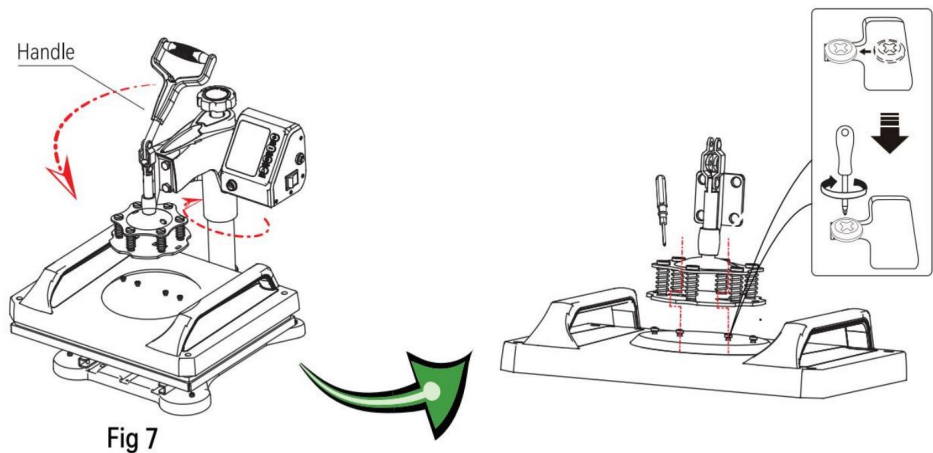

Fig 7
7. Vrid tillbaka huvudet till den ursprungliga positionen och tryck försiktigt ned handtag så att koppkåpan på koppskruven ovanför tryckplattan snäpper in i skåran och lås den sedan på plats med en skruvmejsel (som visas i fig 7)